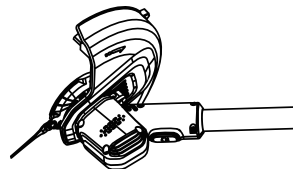

Fig. 10-2
- Suelte el botón y asegúrese de que la cabeza de la recortadora esté asegurada en su lugar. (Fig. 10-2)